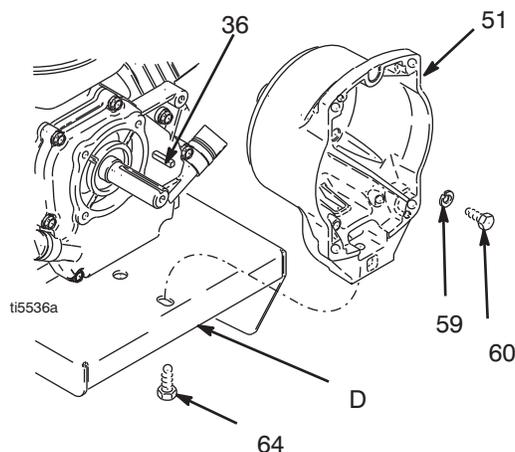

FIG. 10
2. FIG. 10. Saque los cuatro tornillos de cabeza (60) y las arandelas de seguridad (59) que sujetan el cárter del embrague (51) al motor.
3. Saque el tornillo (64) de debajo de la placa de montaje (D).
4. Extraiga el cárter del embrague (51).
1. FIG. 10. Empuje le cárter del embrague (51).
2. Instale los cuatro tornillos de cabeza (60) y las arandelas de seguridad (59) y sujete el cárter del embrague (51) al motor. Apriete a un par de 200 in-lb (22,6 N·m).
3. Instale el tornillo de cabeza (64) por debajo de la placa de montaje (D). Apriete a un par de 26 ft-lb (35,2 N·m).